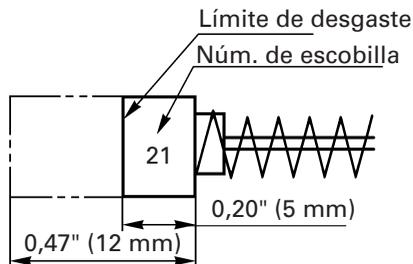

Fig. 6
## 4. Inspeccionar los escobillas de carb3n (Fig. 6)
**NOTA:** Utilice las escobillas HITACHI Nģm. 21 indicadas en la Fig. 6.